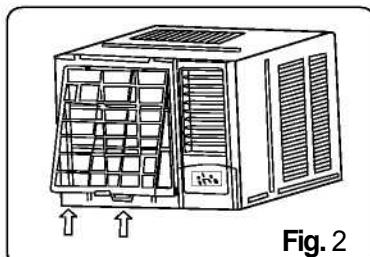

Fig. 2
2. Uhvatite dršku ispod filtera vazduha i gurajte dok se filter vazduha ne izboči, izvadite ga iz ležišta odozdo nagore (Pogledajte Fig.2).
1. Montirajte vazdušni filter u prorezu na ramu odozgo nadole (Pogledajte Fig.2).